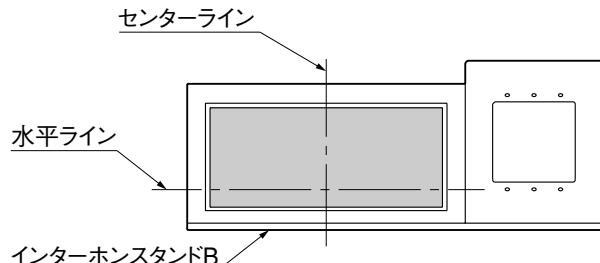

図4-1
- ①シールを貼る場所にあとから消せる物で、センターラインと水平ラインを引いてください。(図4-1参照)